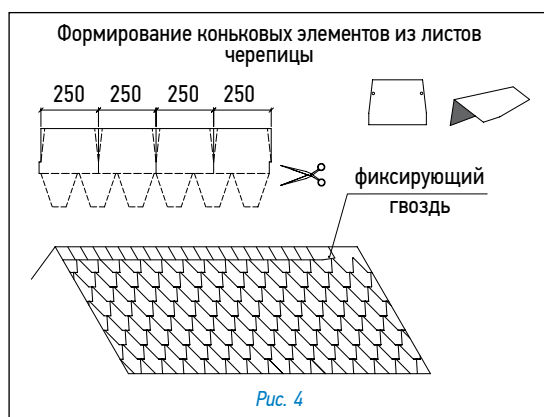

Рис. 4
#### Ендова (рис. 4)
- лист, подходящий к ендове со ската II, должен доходить до линии подрезки и обрезаться по ней. Верхний уголок обрезанного края листа подрезается под углом 60° (5 × 3 см — рис. 4);
#### Конек (рис. 4)
При оформлении конька используется специальная коньково-карнизная черепица, либо коньковые элементы, которые нарезаются непосредственно из листов черепицы и подкраиваются в форме трапеции (рис. 4). Коньковые элементы укладываются внахлест на коньки и ребра (направление укладки по преимущественному направлению ветра). Каждый коньковый элемент фиксируется двумя гвоздями, которые перекрываются следующим коньковым элементом.